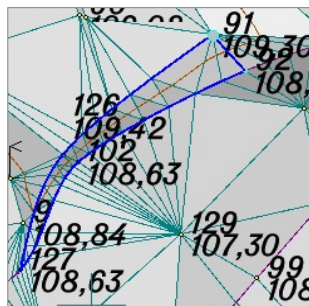

Рис. 6.22
- Для построения контура захватите СЛ по верху обрыва (двойной щелчок курсора), затем укажите СЛ по урезу воды и захватите поочередно точки 127, 92, последней – точку 91 (рис. 6.22).